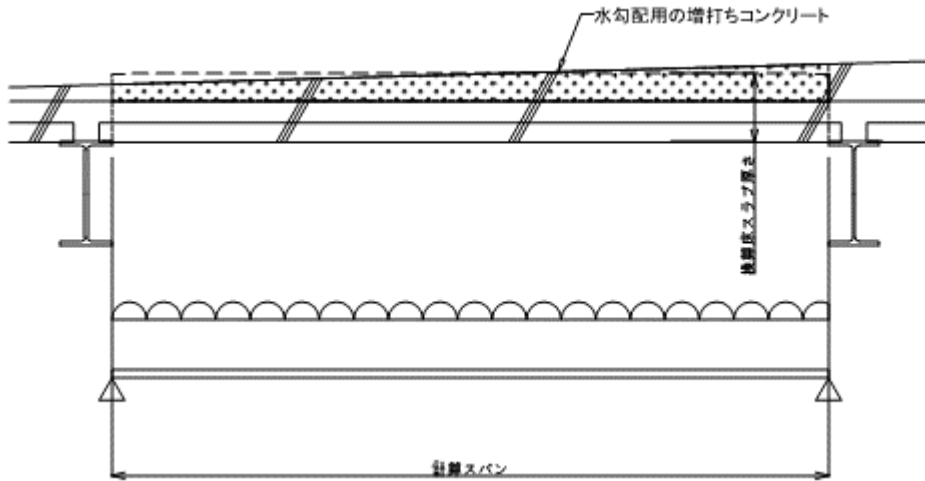
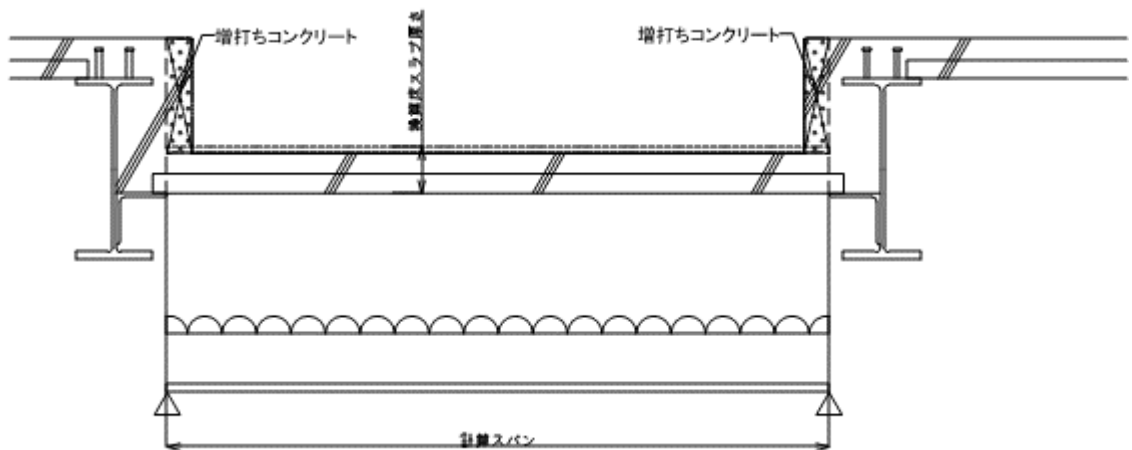
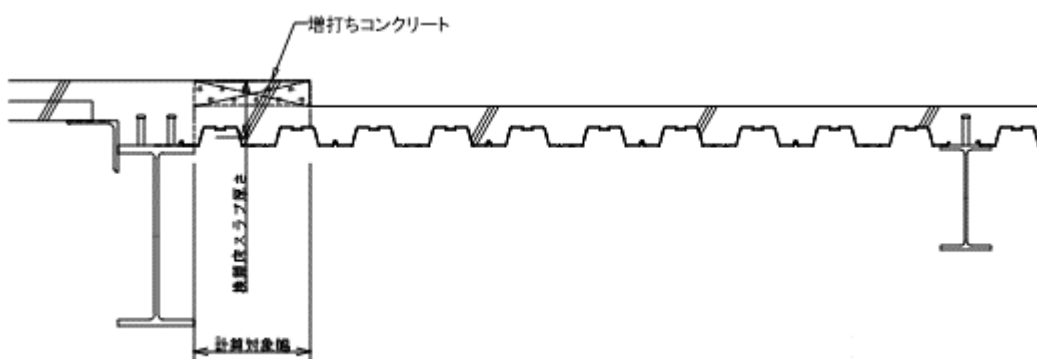

図2 水勾配用の増打ちコンクリート
図3 ピット段差部の増打ちコンクリート
図4 ピット段差部の増打ちコンクリート
2) 増打ちコンクリートは、a) 単純に増打ちする仕様の場合、b) 水勾配を採るときに台形状断面床スラブになる場合 (図 2)、あるいは c) ピットを設ける仕様 (図 3) や O A 床を設ける仕様 (図 4) などの段差床となる場合などがあります。これら増打ちコンクリートを設計床スラブ厚さのコンクリートと同時に打設施工する場合の留意点は、上項の (1) ~ (3) となります。